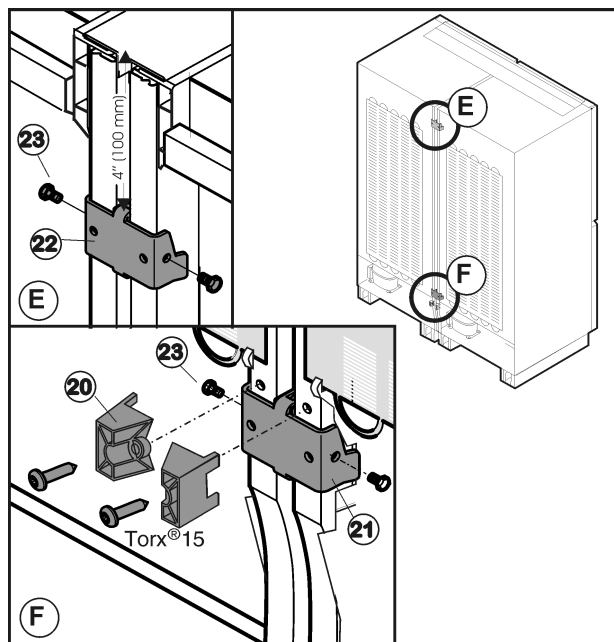

Fig. 45
- Desmonte los distanciadores Fig. 45 (20) en la parte inferior trasera del aparato.
- Coloque la pieza de unión inferior Fig. 45 (21) y atornille Fig. 45 (23) a un lado.
- Coloque la pieza de unión superior Fig. 45 (22) y atornille Fig. 45 (23) a un lado.
- Apriete los tornillos Fig. 45 (23).